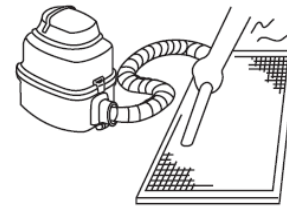

fig.5
- *Partea prin care patrunde aerul trebuie sa fie cu fata in sus atunci cand folositi aspiratorul (vezi Fig. 5).*